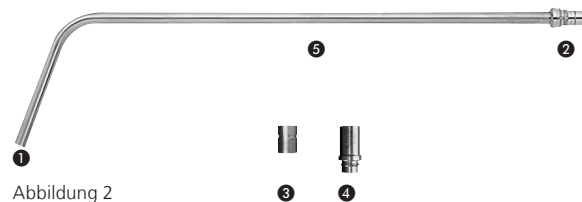

Abbildung 2
schmutzige Glasfaser	Glasfaseroberflächen reinigen (Abbildung 2, ❶ und ❷). Den SynFrame-Lichtleitstab bei Bedarf für Servicearbeiten einsenden
- Schmutz auf den optischen Flächen (siehe Abbildung 2, ❶ und ❷) mit einem in Alkohol (70 % Ethanol) getränkten Wattebausch oder einem neutralen Reiniger entfernen.
- Schmutz auf den optischen Flächen (siehe Abbildung 2, ❶ und ❷) mit einem in Alkohol (70 % Ethanol) getränkten Wattebausch oder einem neutralen Reinigungsmittel entfernen.
- ❶ Lichtaustritt
- ❷ Lichtkabelkonnektor ACM Standard
- ❸ Adapter für Wolf
- ❹ Adapter für Storz
- ❺ Befestigungsbereich für SynFrame-Klemmbacke (387.347) und Halter für Optiken (387.365)
Die SynFrame-Klemmbacke für Halteringe (387.347) und der Halter für Optiken (387.365), der zum Anschluss des Lichtleitstabs an den SynFrame-Haltering (387.336) und den SynFrame-Halbring (387.337) verwendet wird, können am SynFrame-Lichtleitstab über die gesamte Schaftlänge des Lichtleitstabs befestigt werden (siehe Abbildung 2, ❺).